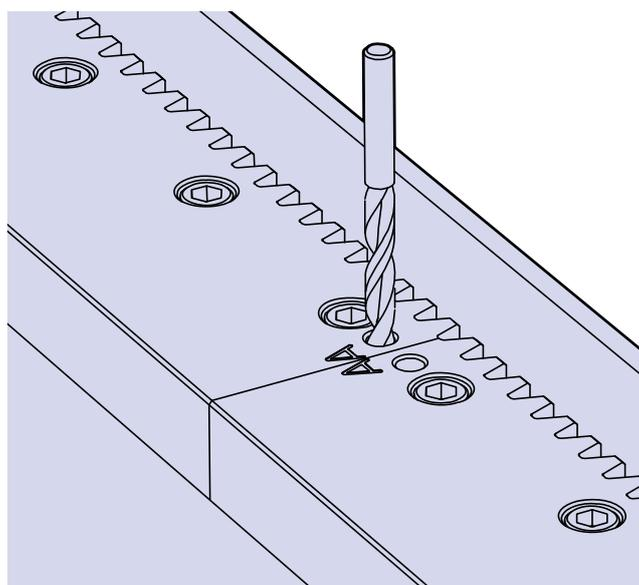

Figura 7
- Con las posiciones de las guías confirmadas, hay que colocar espigas para evitar cualquier movimiento posterior cuando estén siendo utilizadas. Para hacerlo, taladre agujeros de $\varnothing 9,8$ en el extremo de cada guía, hasta la superficie de montaje y pase un escariador de $\varnothing 10$ en ambas partes. Monte las espigas apropiadas. La Figura 7 muestra la posición de los agujeros para las espigas.